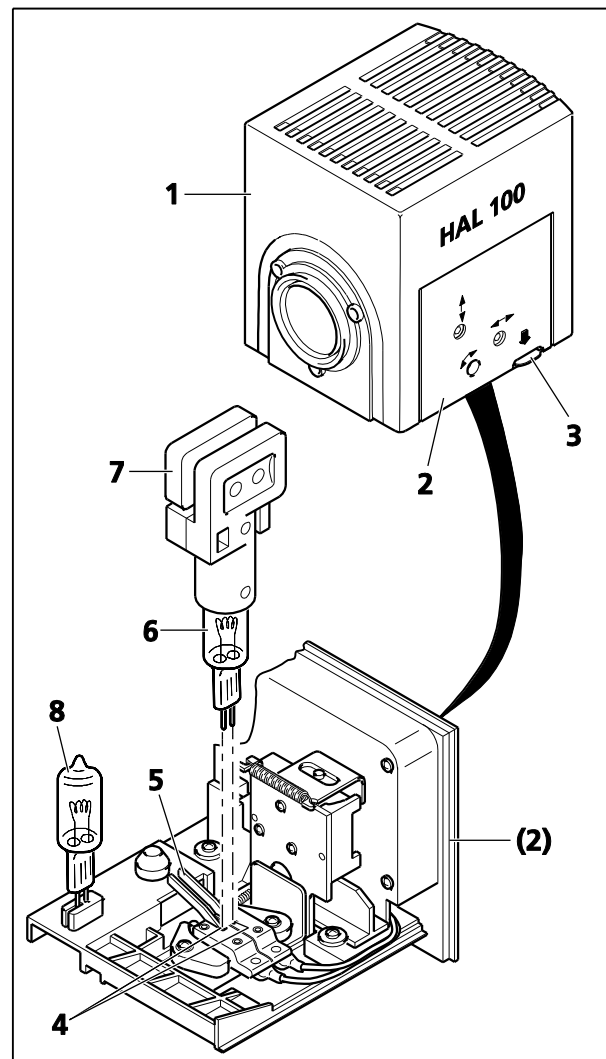

Figure 3-20 Remplacement d'une lampe halogène
☞ Pour remplacer la lampe halogène, il n'est pas nécessaire de retirer le boîtier de la lampe du statif. **NE PAS** garder l'outil de remplacement (Figure 3-20/7) de la lampe halogène à l'intérieur du boîtier de la lampe lorsque le dispositif d'éclairage est en fonctionnement. L'ampoule de rechange (Figure 3-20/8) peut rester coincée à l'intérieur du boîtier de la lampe.
- Abaisser le bouton de déverrouillage (Figure 3-20/3) de la lampe halogène HAL 100 (Figure 3-20/1), retirer complètement le porte-ampoule (Figure 3-20/2) et le déposer à part.
- Appuyer sur les deux leviers à ressort (Figure 3-20/5) vers le bas et retirer l'ancienne lampe halogène (Figure 3-20/6) vers le haut.
- En appuyant sur les deux leviers à ressort vers le bas, insérer la nouvelle ampoule dans la douille de la lampe (Figure 3-20/4), puis relâcher les leviers à ressort. Toujours tenir/saisir la lampe halogène à l'aide de l'outil de remplacement (Figure 3-20/7), car toute trace de graisse sur la lampe halogène peut compromettre sa durée de vie.